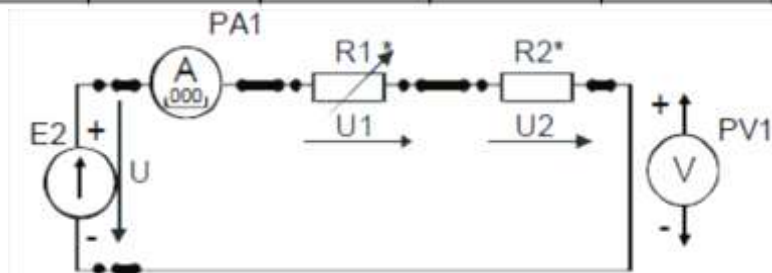

Рисунок 1
2. Собрать линейную электрическую цепь постоянного тока с последовательным соединением элементов (рис. 1), выбрав элементы цепи и величину напряжения питания в соответствии с заданным вариантом (табл. 1). Представить схему для проверки преподавателю.